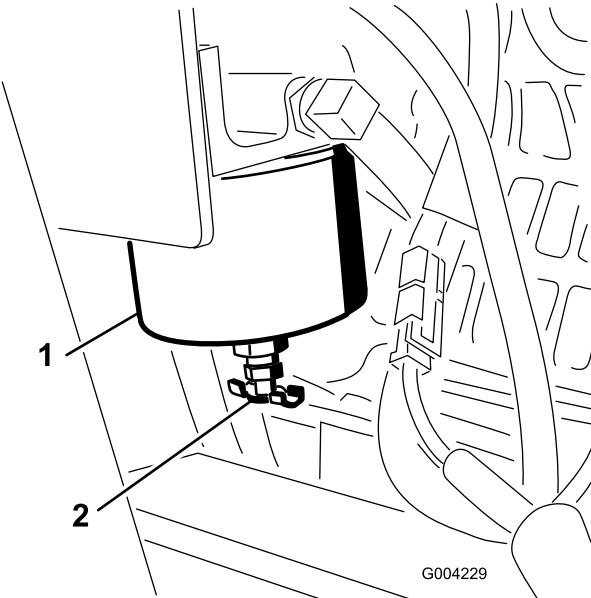

Figura 36
1. Localice el filtro de combustible en el lado derecho del motor (Figura 36), y coloque debajo un recipiente limpio.
1. Limpie la zona de montaje del cartucho del filtro (Figura 36).
2. Retire el cartucho del filtro y límpie la superficie de montaje (Figura 36).
4. Instale el cartucho del filtro a mano hasta que la junta entre en contacto con la superficie de montaje, luego gírela media vuelta más (Figura 36).